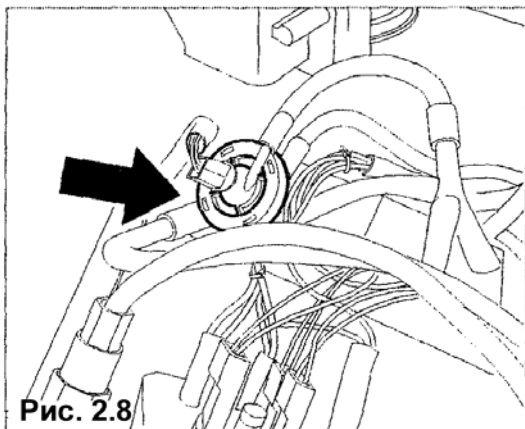

Рис. 2.8
- Редукторный двигатель группы вращения возобновляет работу, чтобы снова вернуться в положение ожидания; во время этого перемещения выбрасывается использованная кофейная гуща (рис. 2.8)